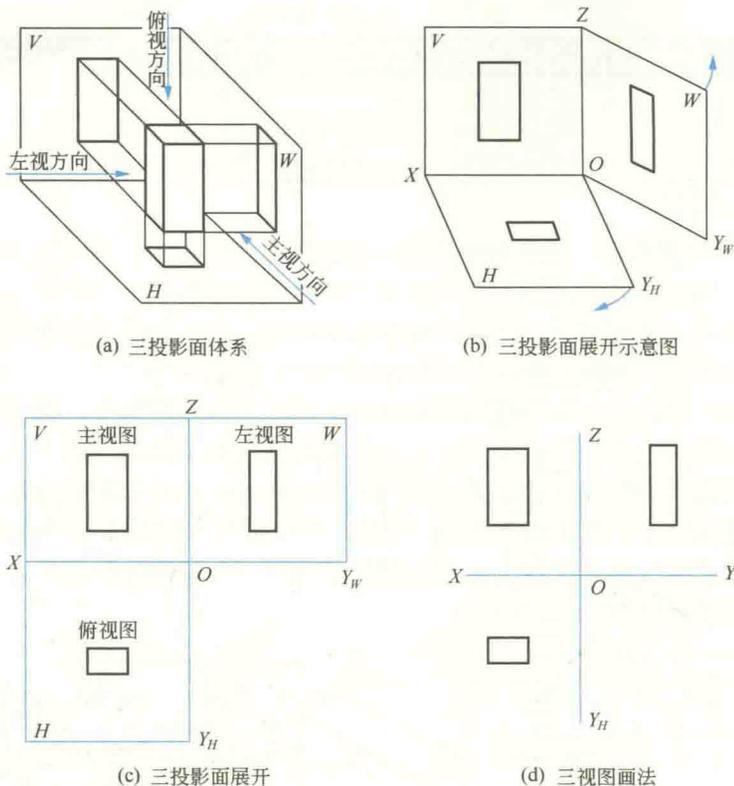

图 1-3 三视图的形成过程
② 三视图的形成 将物体放置在三投影面体系中,按正投影法向各投影面投射,即可分别得到物体的正面投影、水平投影和侧面投影,如图 1-3 (a) 所示。